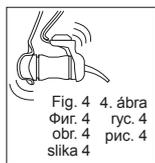

Fig. 4. 4. ábra
- d) Сразу вставьте капсулу в смеситель и замешивайте в течение 10 секунд (+/- 4000 об/мин) (рис. 4). Более подробно варианты времени замешивания представлены в нижеследующей таблице.
Фиг. 4. 4. рис. 4
obr. 4. 4. рис. 4